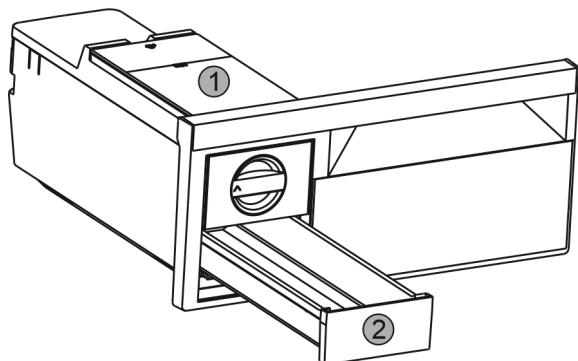

Fig. 58
- Rimuovere il serbatoio dell'acqua Fig. 58 (1) e il cassetto dei cubetti di ghiaccio Fig. 58 (2).